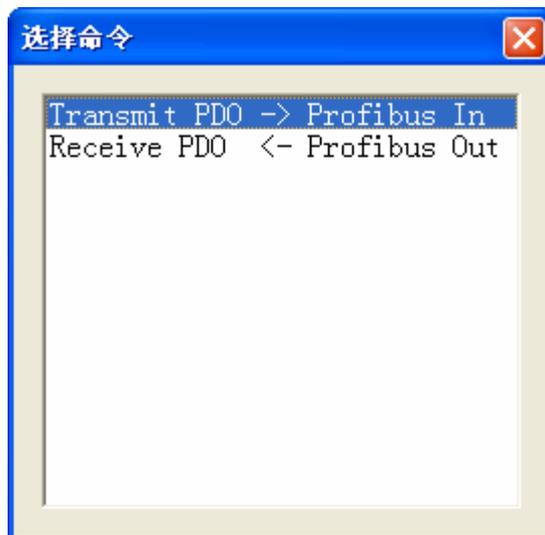

图 7: 选择命令对话框
1) 增加命令操作: 在节点上单击鼠标左键, 然后执行增加命令操作, 为该节点添加命令。弹出如下选择命令对话框, 供用户选择, 如图 7 所示: